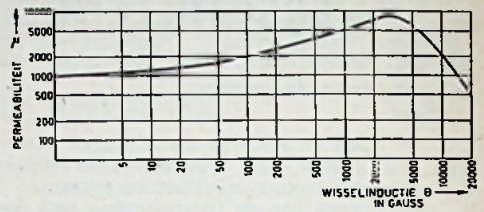
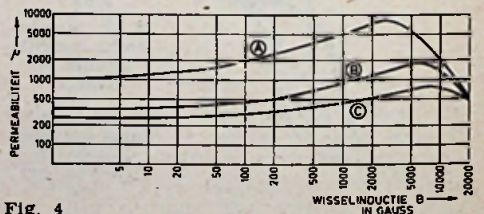

Fig. 3
Fig. 4
en daarmede de zelfinductie, bij een bepaalde frequentie afhankelijk is van de wisselspanning die op de magnetiserende spoel aangebracht wordt. Een kleine spanning geeft dus een bepaalde begin- μ , afhankelijk van de aanloopkromme van de hysteresislus. Wordt de aangelegde spanning groter, dan stijgt de μ tot een bepaald maximum om daarna, wanneer het ijzer verzadigd raakt, weer te dalen. Een dergelijke kromme, waarin de μ is uitgezet als functie van de B, is gegeven in fig. 3.
Afhankelijk van de spanning die bij het meten op de spoel wordt gezet, worden waarden voor de zelfinductie gemeten die bv. $5 \times$ in ordegrootte kunnen variëren. Nog erger wordt dit, wanneer gelijkstroom door één van de transformatorwikkelingen vloeit. Afhankelijk van de gelijkstroom-voormagnetisatie ontstaan dan uit de kromme van fig. 3 die van fig. 4 (de gelijkstroom-magnetisatie is voor de verschillende krommen aangegeven in Gilberts per cm).
Overigens is uit fig. 4 wel te zien, dat het oplopen van de zelfinductie voor transfor-
*) Anders is dit bij de balanstansformator. De gelijkstroominducties, veroorzaakt door de anodestromen van de beide eindbuizen, die in balans geschakeld zijn, heffen elkaar op (aangenomen dat de versterkerbuizen geheel gelijke karakteristieken hebben). Voor deze transformatoren moet dus met de bovenste kromme van fig. 4 rekening worden gehouden.